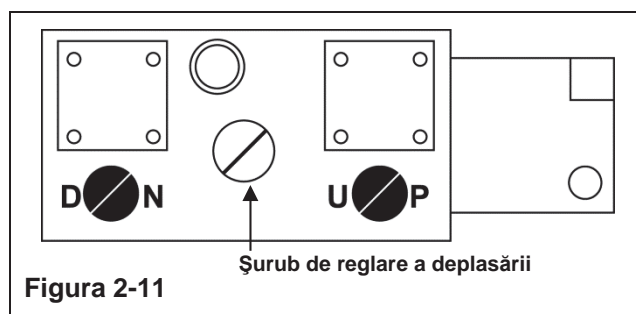

Figura 2-11
- Pas 1. Răsuciți șurubul sistemului de reglare a deplasării (Vezi Figura 2-11) în sens antiorar până când se oprește și apoi răsuciți înapoi o jumătate de rotație.